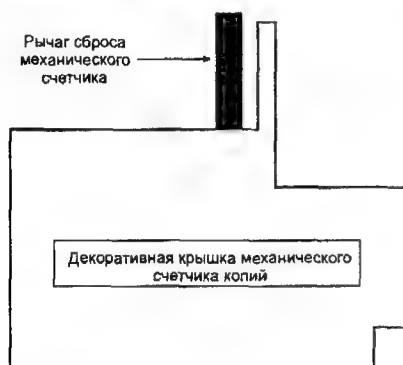

Рис. 143
- ♦ внутри аппарата, на задней стенке, за блоком копикартриджа установлена черная декоративная коробочка, внутри которой расположен механический счетчик (рис. 143). Над верхней частью коробочки выступает черный рычажок. Нажать на рычажок до упора и отпустить его. Счетчик сброшен;